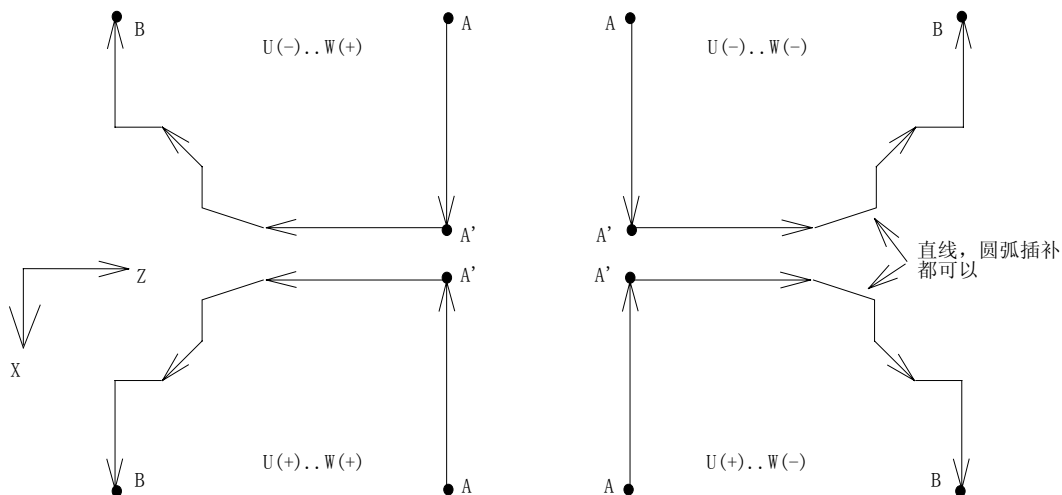

图 2-39
- 根据切入方向的不同，G71指令轨迹有下述四种情况（图2-39），但无论哪种都是根据刀具平行Z轴移动进行切削的， Δu 、 Δw 的符号如下：